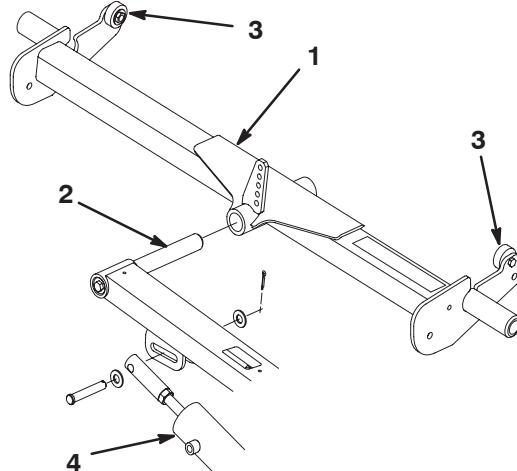

Figure 4
1. Glissez le bâti porteur arrière sur la tige de pivot du bras de relevage arrière (Fig. 4). Ne **fixez pas** le bâti porteur au plateau de coupe à ce stade.
3. Appuyez sur l'une des extrémités du bâti porteur jusqu'à ce que la butée supérieure opposée touche le dessous du marchepied (Fig. 4). Il doit exister un écart de 6 mm entre la butée supérieure et le dessous du marchepied à l'extrémité sur laquelle vous appuyez. Si ce n'est pas le cas, un réglage du vérin de relevage s'impose. Si l'écart est correct, déposez le bâti porteur et poursuivez l'installation.
- A. Retirez l'axe de chape qui fixe l'extrémité de la tige du vérin au bras de relevage (Fig. 4).
- D. Serrez l'écrou hexagonal et accouplez l'extrémité de la tige du vérin au bras de relevage (Fig. 4).